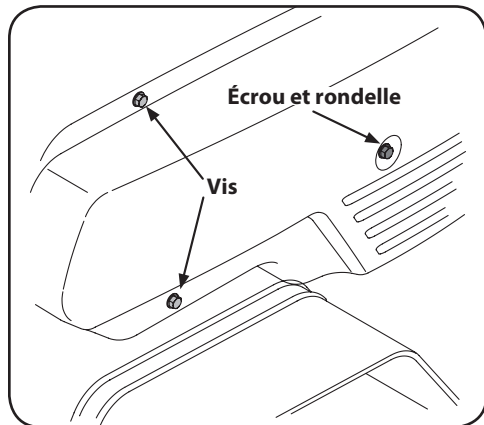

Figure 5-3
2. Enlevez les deux vis, l'écrou et la rondelle du couvercle de courroie, puis retirez le couvercle de courroie à partir du côté gauche de l'appareil. Voir Figure 5-3.